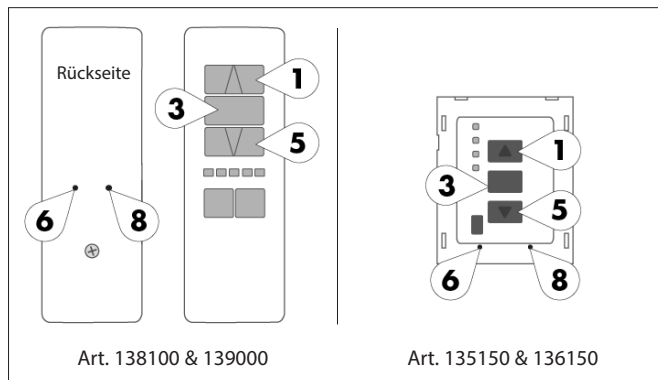

Abb.2: Tastenerklärung der Furohre Handsender
1. Motor in den Lernmodus versetzen: hierzu die Taste 6 (siehe Abb.2) so lange drücken, bis der Motor sichtbar in eine Richtung läuft
2. jetzt innerhalb von 5 Sek. die Taste des Handsenders drücken, in die der Motor gelaufen ist (ist der Motor herabgelaufen also die Herabtaste (5) - ist er heraufgelaufen die Herauftaste (1)